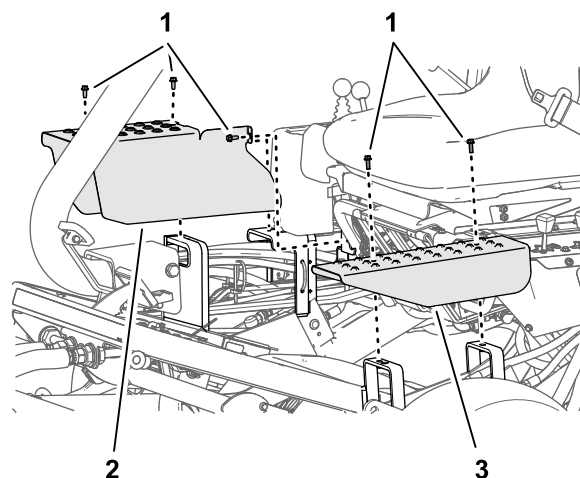

図 52
2. 調整したい昇降シリンダのカバープレートを固定しているボルトを、シャーシのサポートブラケットから取り外す 図 52。